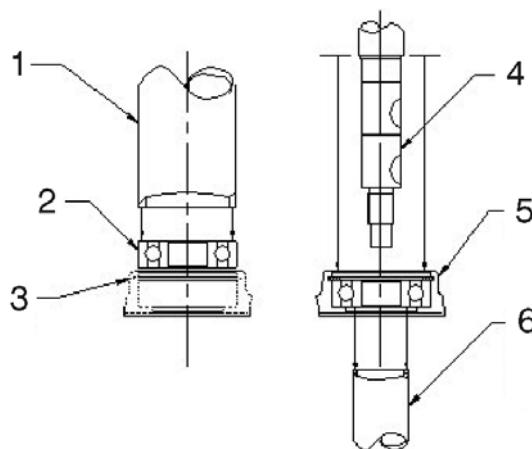

Figura 3-25. Rolamento do eixo do motor de acionamento
2. Após a desmontagem do motor, recomenda-se que os novos rolamentos sejam instalados, pois os rolamentos antigos podem ter sido danificados durante a remoção. Mesmo que os rolamentos pareçam e estejam bons, as pistas dos rolamentos podem estar sofrendo "brinelamento" (com pistas ou bolas deformadas) e podem apresentar problemas de ruído e vibração ou falhar dentro de um período bem curto de serviço. Pressione um novo rolamento no cabeçote da extremidade do rolamento, aplicando a pressão apenas na pista externa. Consulte Figura 3-25.. Substitua o Anel de Retenção (7) no sulco do anel de retenção.
3. Pressione a extremidade do comutador da armadura (3) no cabeçote da extremidade do comutador e no conjunto de rolamentos, apoiando a pista interna do rolamento com cuidado. Consulte a Figura 3-25.
4. Libere com cuidado as molas da escova (4) permitindo que as escovas (5) entrem em contato com o comutador. Verifique se as derivações da escova não estão interferindo no movimento da mola.
5. Monte o cabeçote da extremidade do comutador no conjunto da estrutura e do campo (2) e aperte os parafusos a 13,6 Nm - 15,8 Nm (120 - 140 lb-in). Alineie a conexão de campo com o entalhe no cabeçote da extremidade do comutador. Vede os fios na saída do cabeçote da extremidade do comutador com o anel isolante (10).
6. Posicione a vedação da junta (12) na parte inferior do entalhe no cabeçote da extremidade do comutador. Alineie os fios do conjunto do freio (11) no entalhe no